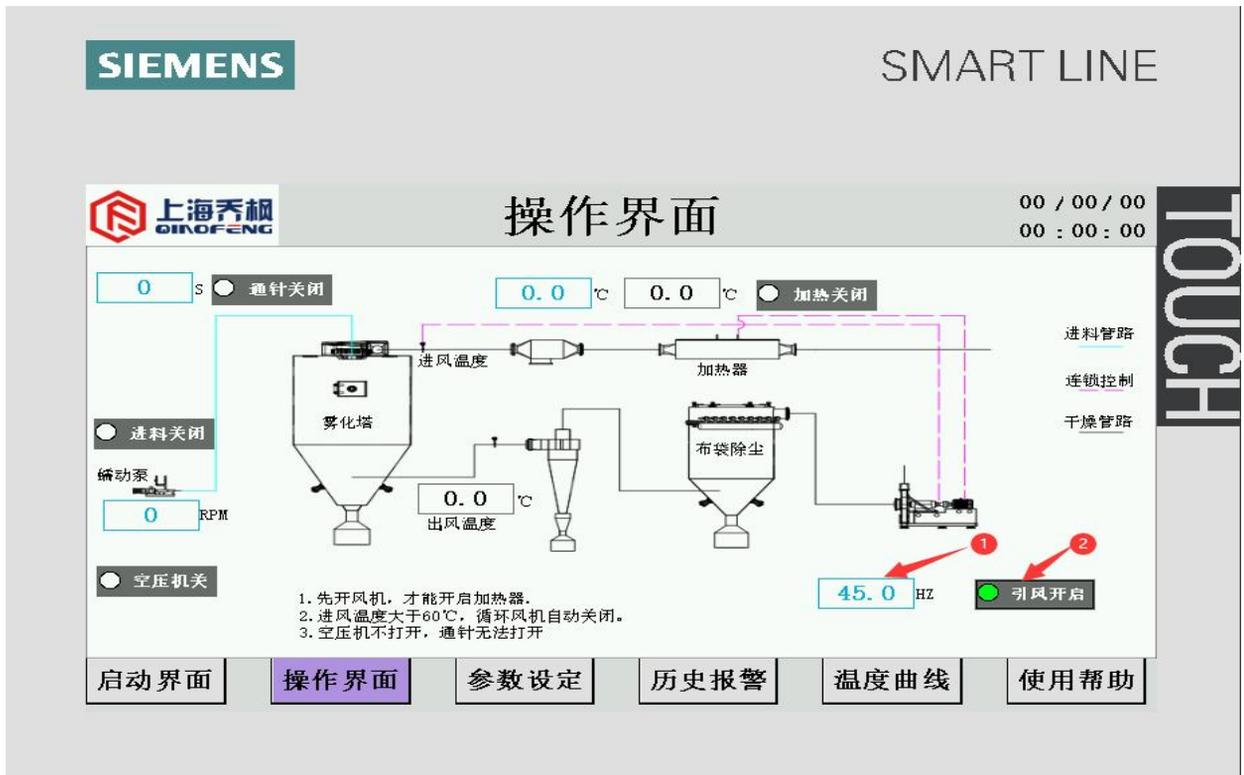

图 4
(2) 点击“HZ”前的设定框1，用虚拟键盘输入“0-50”，即为风机工作频率为0-50Hz，点击“分机开关”2，开启风机。显示状态如图4所示。